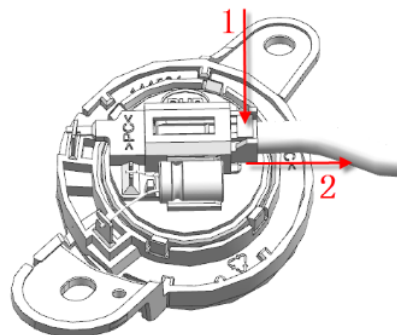

图9-1-7高音扬声器接插件拆卸示意图
b. 拆卸高音扬声器：如图9-1-7，用力沿箭头1方向压住卡脚，再沿箭头2方向拔出线束接插头。（如图9-1-5位置3和4处）
c. 拆卸扣手氛围灯接插件：如图9-1-7，用力沿箭头1方向压住卡脚，再沿箭头2方向拔出线束接插头。（如图9-1-5位置2处）